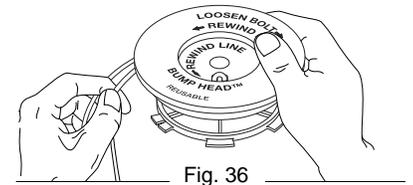

Fig. 36
- Bobine las l'neas en capas parejas y ajustadas sobre el carrete (Fig. 36). Bobine la l'nea en la direcci—n indicada en el carrete interior. Coloque su dedo